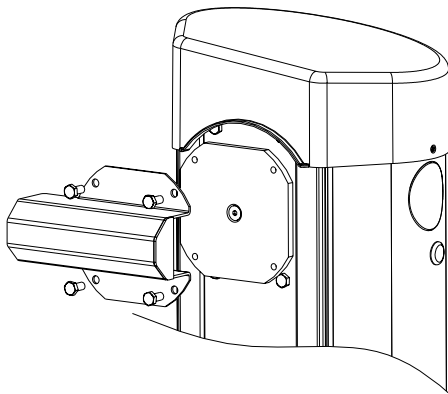

Abb. 5
- Bügel des Schrankenbaum fixieren, ohne dabei die Schrauben festzuziehen (Abb. 5).